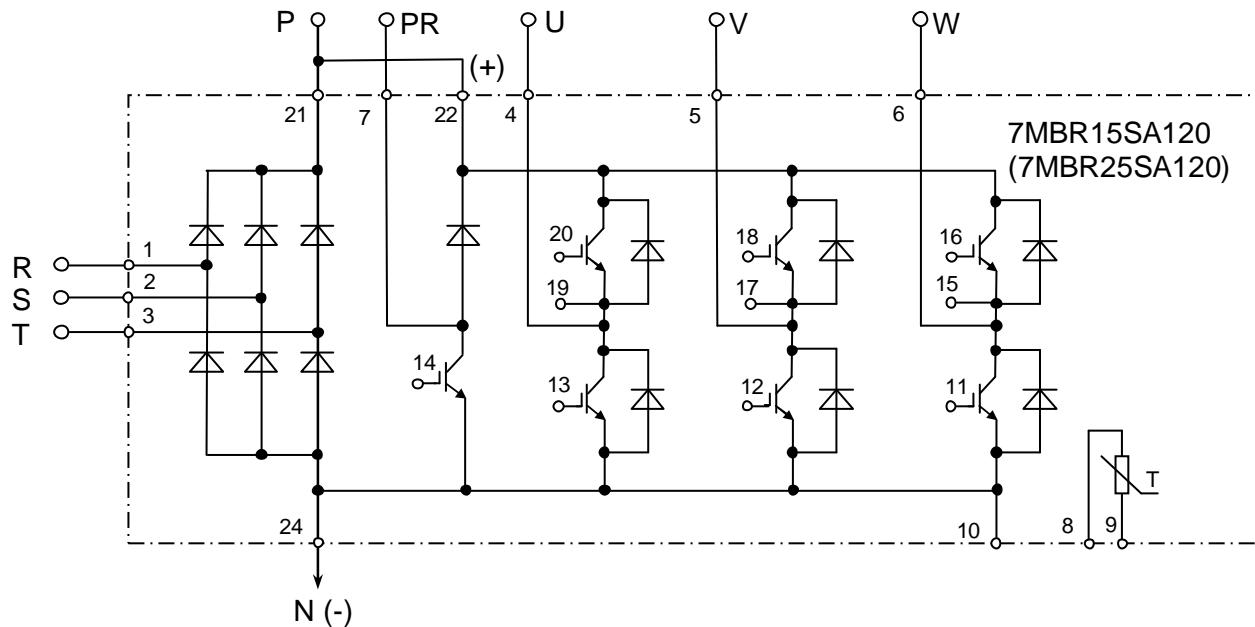

Рис. 4.4. Принципиальная схема матрицы IGBT 7MBR15SA120 (7MBR25SA120)
- 4.6.3. Электрическая принципиальная схема матриц 7MBR15SA120 и 7MBR25SA120 приведена на рис.4.4 (на схеме также показаны внешние силовые клеммы ПЧ).